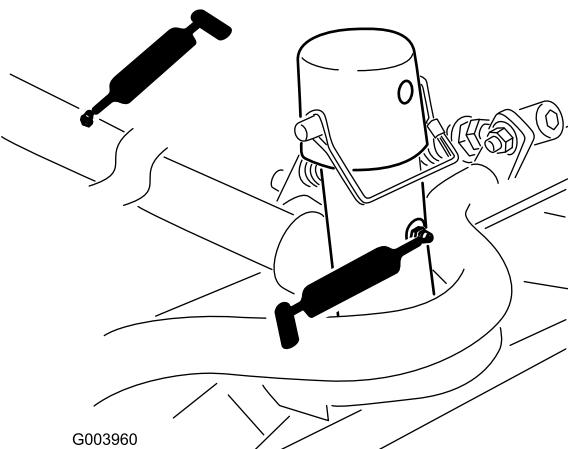

Рисунок 49
- Оси поворота подъемного рычага (по 1 шт.) (Рисунок 49)